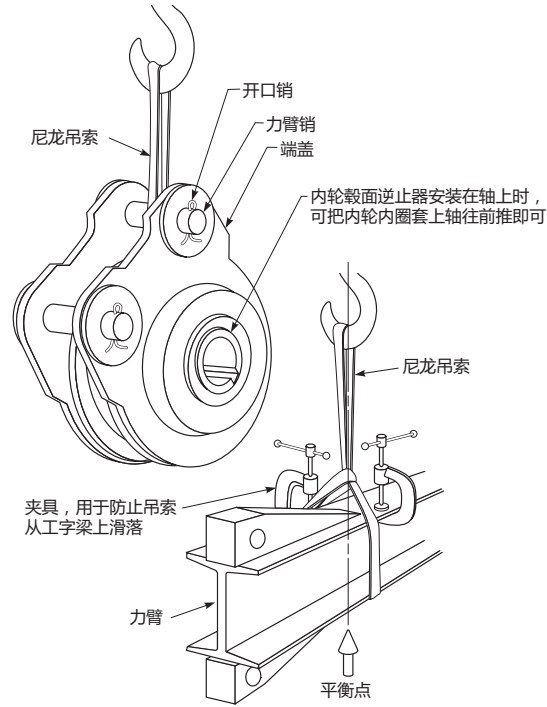

图 1
3. 卸下扭力臂。参照图1所示的正确方法进行支承和提起;
6. 从转轴上卸下逆止器。只能将力作用在逆止器轮毂上。(见图1);